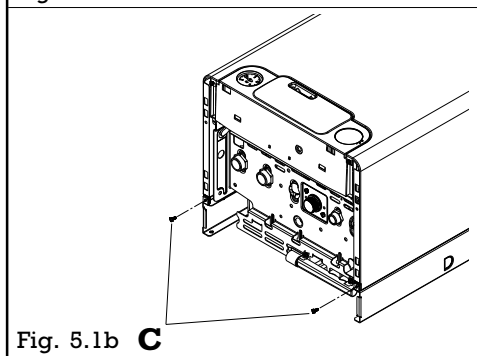

Fig. 5.1b C
- enlever les 2 vis C (fig. 5.1b) et soulever l'habillage